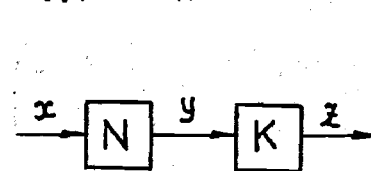

Рис.3
3. Поменяйте местами усилитель и нелинейность (рис.3). Постройте графики $z(x)$ при $K = 1; 2; 4; 5$. Проверьте Ваши расчеты моделированием. На основании пп.2 и 3 сделайте соответствующие выводы.